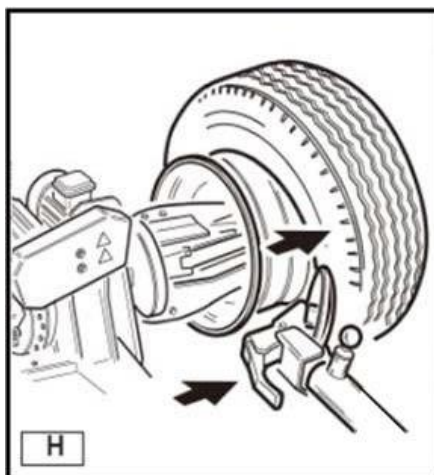

Рисунок 19
1) Если шина снимается легко, после освобождения бортиков протолкните отжимной диск шины, пока не покажутся оба бортика (см. рис. 19).